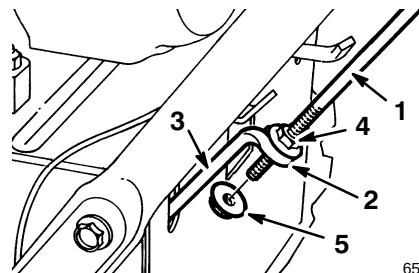

Abbildung 3
3. Eine Bundmutter (nicht die Sicherungs-Bundmutter) mit dem Bund nach unten auf die Radantriebsbetätigungsstange drehen, die am linken Griff befestigt ist (Abb. 3).
4. Den linken Griff an der Seite des Geräts positionieren und das Ende der Radantriebsstange durch die Öse in der unteren Radantriebsstange stecken (Abb. 3).
1. Die Sicherungs-Bundmutter (Bundseite oben) auf das untere Ende der Radantriebsstange unter die Öse in der unteren Radantriebsstange drehen (Abb. 3).